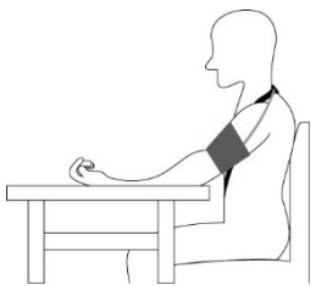

Afb.2: Plaats van de manchet
- De manchet moet zo worden geplaatst dat de manchetslang op geen enkel punt kan worden geknikt. Plaats de manchet zodanig dat de onderrand van de manchet zich ongeveer 2 cm boven de bocht van uw elleboog bevindt, zie afb. 2.
- Zorg ervoor dat het slagadersymbool op de manchet zich op de slagader (*Arteria Brachialis*) bevindt, zie afb. 2.